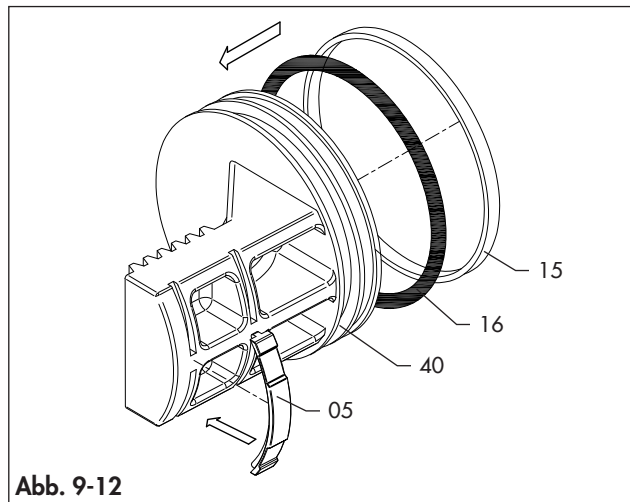
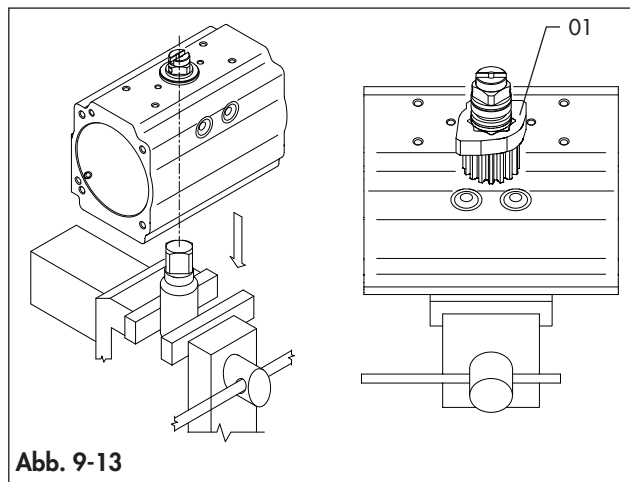
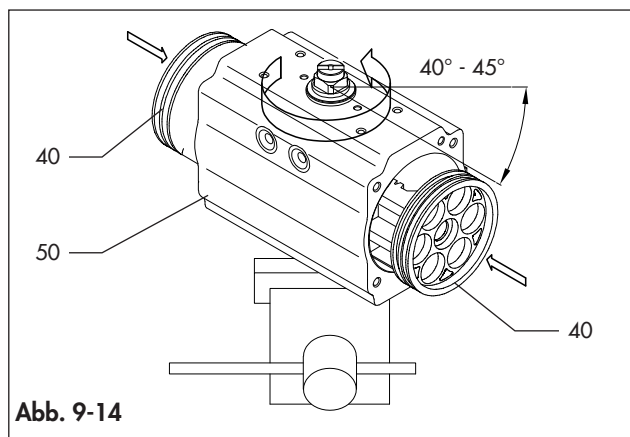

Abb. 9-12
Abb. 9-13
Abb. 9-14
Siehe Abb. 9-1, Abb. 9-12, Abb. 9-13 und Abb. 9-14.
- Schmieren Sie die O-Ringe (16), die Kolbenrücken (05) und die Kopflager (15) und setzen Sie sie auf die Kolben (40).
- Schmieren Sie die Innenfläche des Gehäuses (50) und die Zähne der Zahnstange des Kolbens (40).
- Stecken Sie die Buchsenverbindung der Antriebswelle (60/60.1) in eine ordnungsgemäß befestigte Kupplungsverbindung. (Abb. 9-13)
- Stellen Sie sicher, dass sich der Octi-Nocken (01) in der richtigen Position gemäß Abb. 9-13 befindet.
- Drehen Sie das Gehäuse (50) um 40°-45° im Uhrzeigersinn von oben gesehen, wie in Abb. 9-14 gezeigt.
- Führen Sie die beiden Kolben (40) gleichzeitig in das Innere des Gehäuses (50) ein und drücken Sie, bis die Kolben einrasten.
- Drehen Sie dann das Gehäuse (50) von oben gesehen gegen den Uhrzeigersinn bis zum Ende des Hubs.